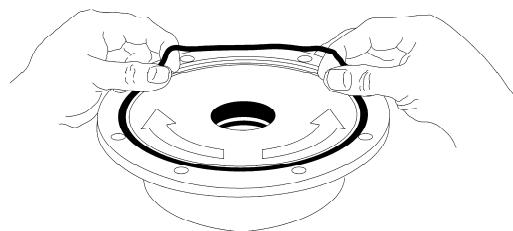

Figura 6 – Instalación de la junta tórica del cabezal
7. Instale una nueva junta tórica del cabezal (72) en la ranura de la cara interna del cabezal (20). Coloque la junta tórica en posición plana y comience a insertarla de un lado de la ranura, estirando hacia delante con los dedos, tal como se muestra en la figura 6.